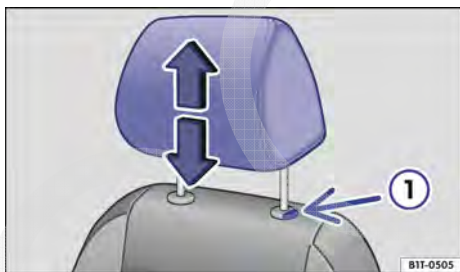

Fig. 40 Ajustar o apoio para cabeça.
- Empurrar o apoio para a cabeça para cima na direção da seta ou para baixo com o botão → Fig. 40 ① pressionado → ⚠.